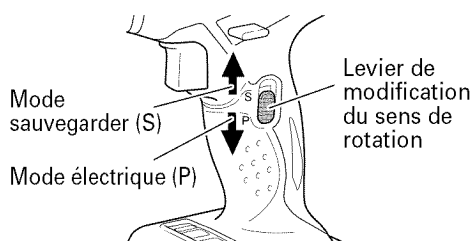

Fig. 9
Comme indiqué sur la Fig. 9, lorsque le levier de modification du sens de rotation est abaissé, le mode d'alimentation (P) est enclenché. Lorsque le levier est relevé, le mode économie d'énergie (S) est enclenché.